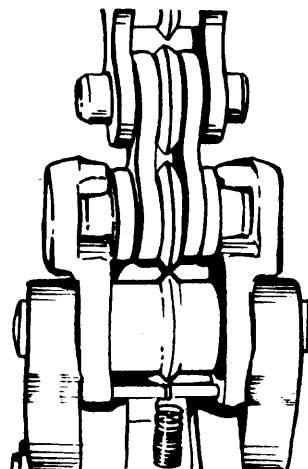

Fig. 3
- 3º paso *Pase la cadena por encima del tubo y encájelo en el eslabón (fig.3).*